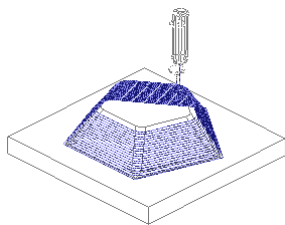

图 3.2.31 刀具行走路线
Step2. 单击“播放路径”对话框中的  按钮,观察刀具的行走路线,结果如图 3.2.31 所示。演示完成后,单击  关闭 按钮。